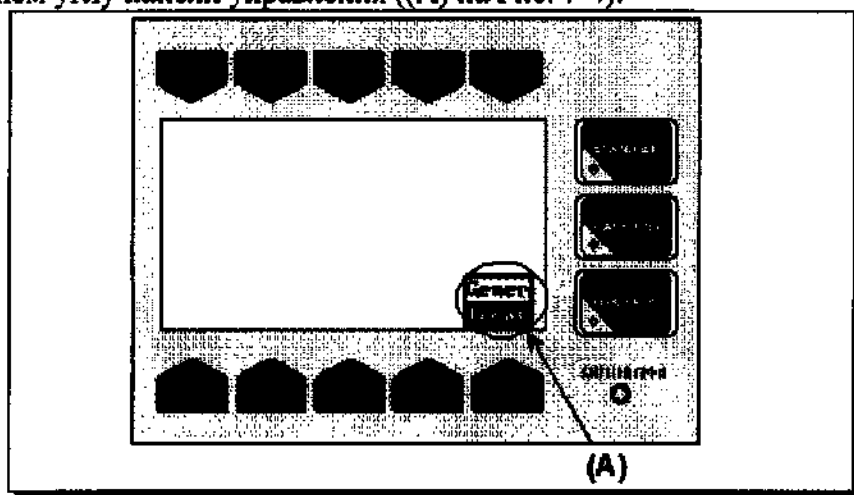

Рис. 7-4. Клавиша выбора режима работы
Переключение между обычным режимом работы (**General**) и режимом предустановленных параметров (**Treatment**) осуществляется клавишей, расположенной в правом нижнем углу панели управления ((A) на Рис. 7-4).